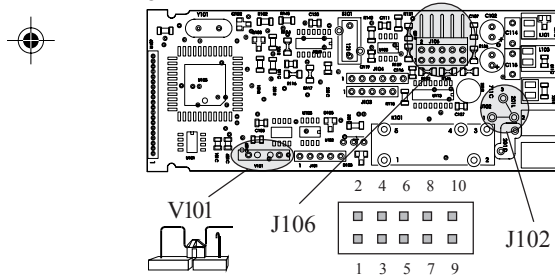

Abb.14
- 2) Internen Hakenschalter V101 öffnen (Abb. 14)